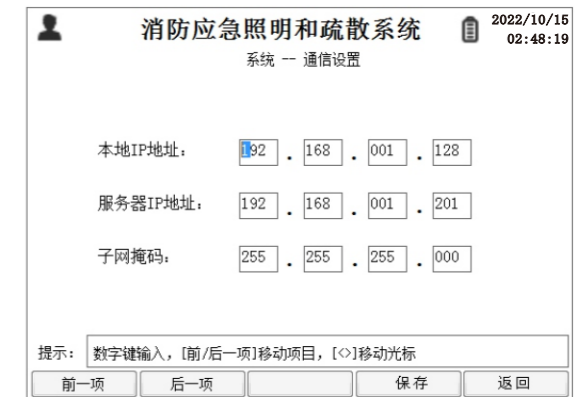

图8.6.3
- 按[通信]键,进入通信设置修改组网参数(如图8.6.3)